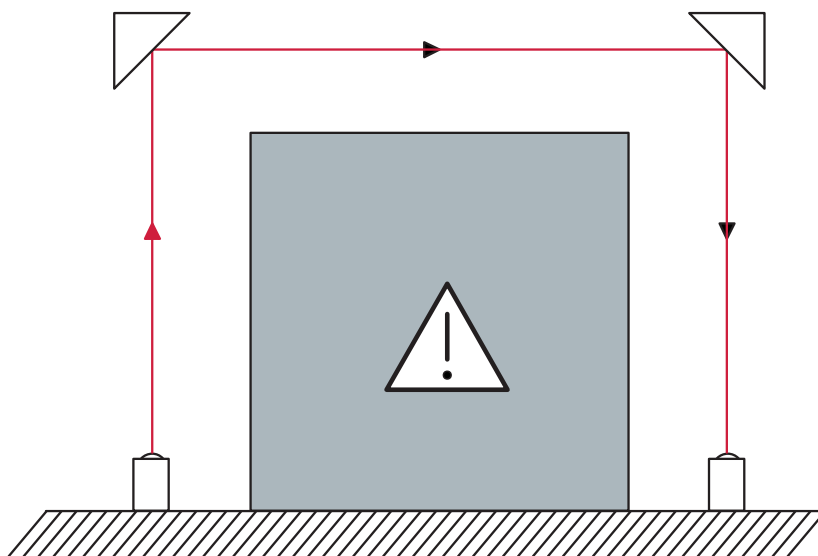

Рис. 6.5: Размещение отклоняющих зеркал
- Отклоняющие зеркала располагаются таким образом, чтобы оптическая ось проходила по центру зеркала (см. рис. 6.5).